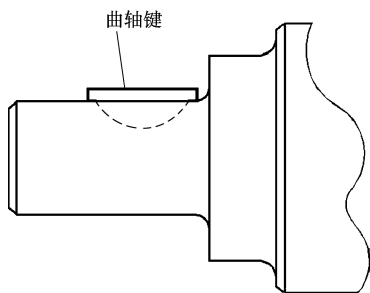

图 17-30 把曲轴键敲入键槽
- 2) 按照图 17-30 所示，把曲轴键敲入曲轴键槽中。